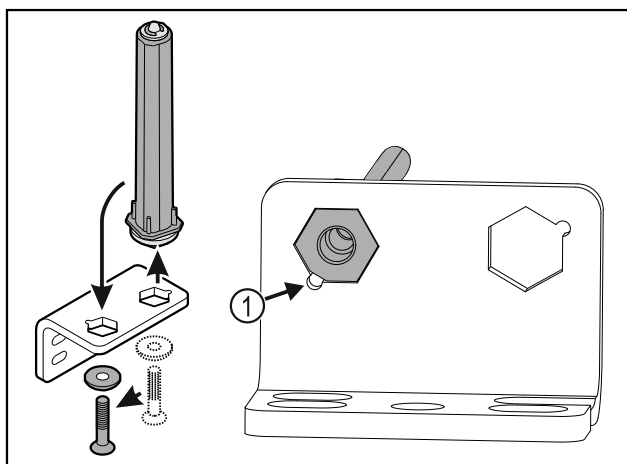

Fig. 40
- Observar que, al colocar, el bisel del perno Fig. 40 (1) apunte hacia el agujero redondo.